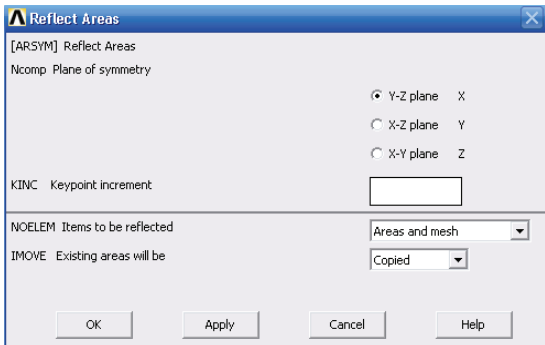

图 3-28 映射面对话框
4) 选择 Main Menu | Preprocessor | Modeling | Reflect | Areas 命令，出现 Reflect Areas 拾取菜单，单击 Pick All 按钮，出现 Reflect Areas 对话框，在 Ncomp Plane of symmetry 项中选择 Y-Z plane X，如图 3-28 所示，单击 OK 按钮关闭该对话框。